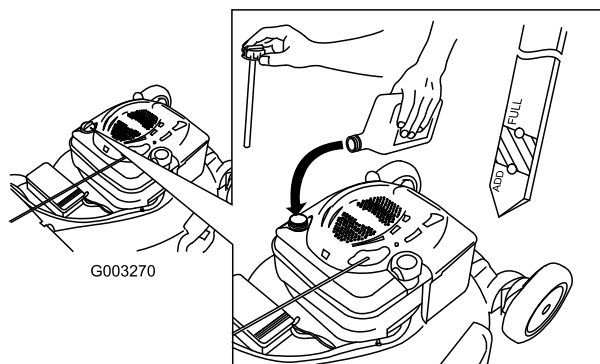

Figura 12
2. Togliete l'asta di livello (Figura 12).
5. Rimuovete l'asta di livello e controllate il livello dell'olio; fate riferimento a Figura 12.